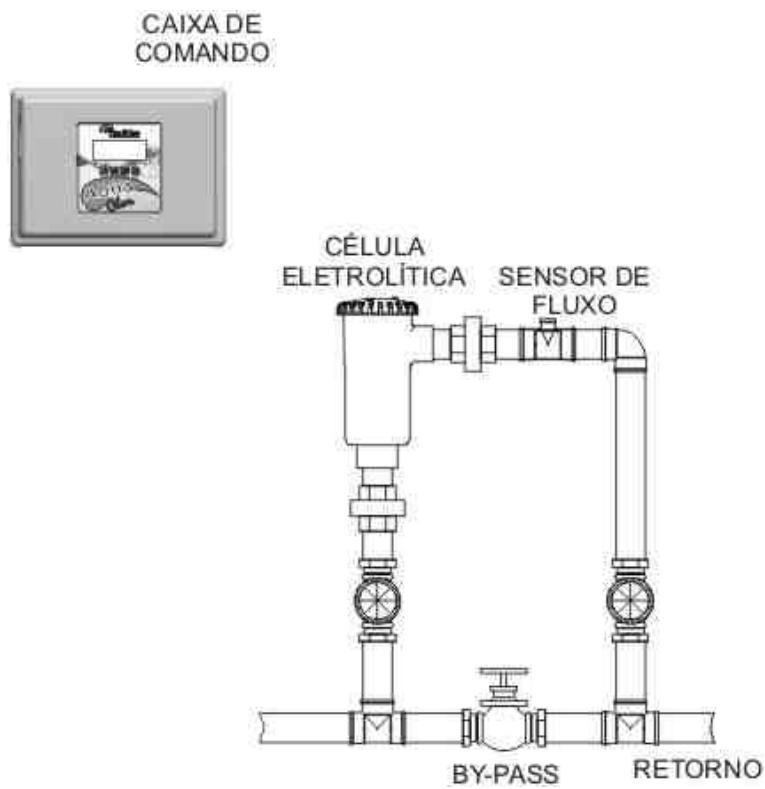

Figura 6
3. A instalação da cuba da célula eletrolítica e do sensor de fluxo deverá ser feita preferencialmente num sistema de “by-pass” para garantir que, em caso de manutenção, eles possam ser retirados sem prejudicar o sistema filtrante existente na piscina, conforme **figura 6**.